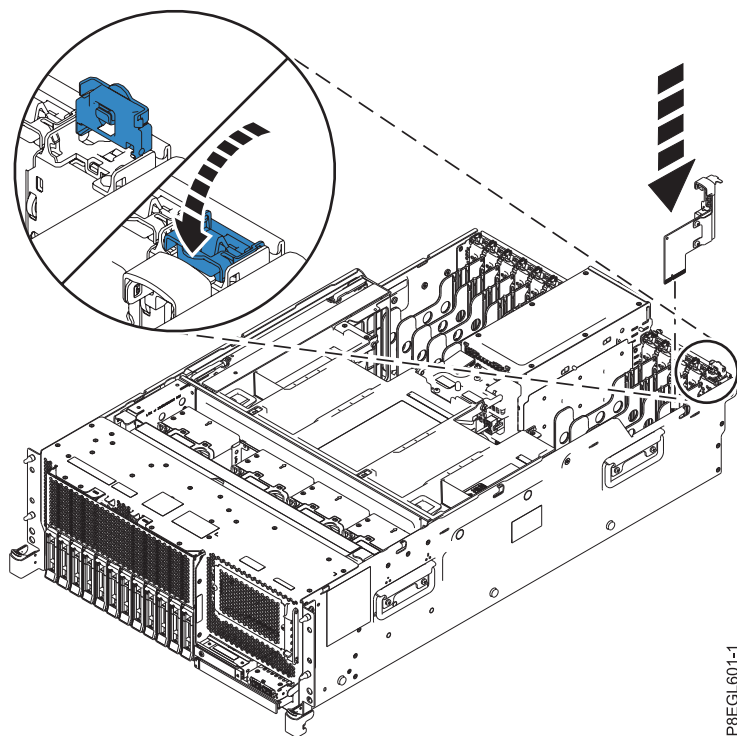
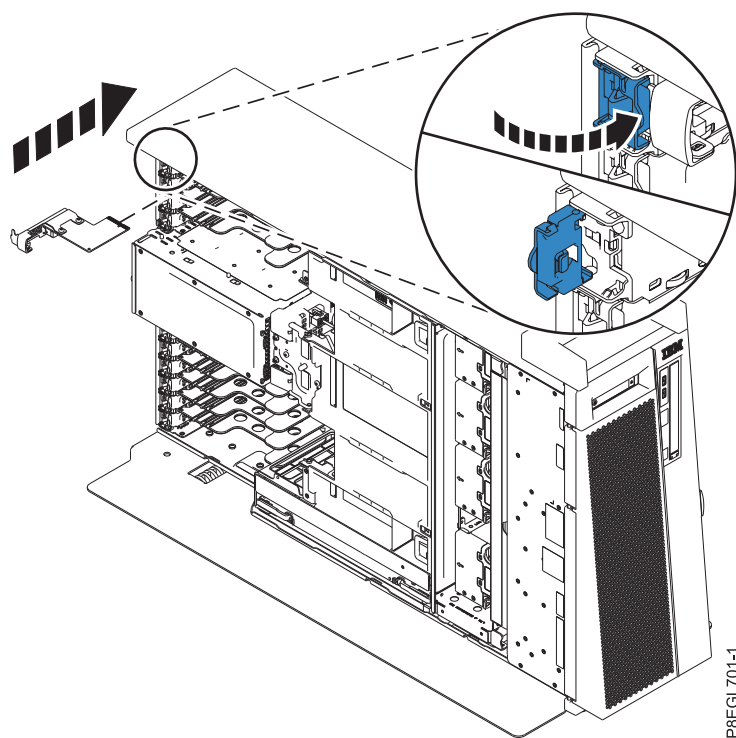

Figura 3. Substitució de la targeta d'E/S del sistema en un sistema muntat en bastidor
Figura 4. Substitució de la targeta d'E/S del sistema en un sistema autònom
2. Amb el pestell de bloqueig de color blau en la posició d'obert, alineeu la targeta d'E/S del sistema amb les guies del sistema i desplaceu la targeta fins la ranura de la targeta, tal com es mostra a la Figura 3 i la Figura 4 a la pàgina 7.
3. Feu girar el pestell de tanca de color blau en la direcció que es mostra a la Figura 3 i a la Figura 4 a la pàgina 7 per bloquejar la targeta d'E/S del sistema al seu lloc.